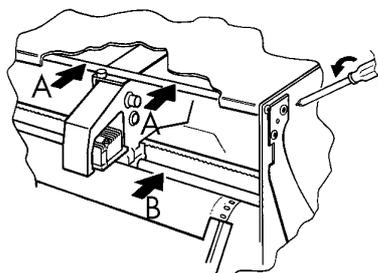

Abb. 6.1 Sitz der Laufstange und der Führungsschiene
- Alle Monate sollte die Druckkopf-Laufstange (A in Bild 6.1) gereinigt und ein Schmiermittel mit einem fusenfreien Tuch aufgebracht werden.
- Alle 6 Monate sollten Sie die Befestigungsschrauben der Laufstange (Bild 6.1 an jedem Ende eine) nachziehen. Durch die Rotation der Laufstange können sich die Schrauben mit der Zeit geringfügig lockern.
Achtung: Die Druckkopf-Führungsschiene (B in Bild 6.1) sollte nicht mit Schmiermittel behandelt werden, da sonst das Gleitlager in der Druckkopfhalterung beschädigt wird.